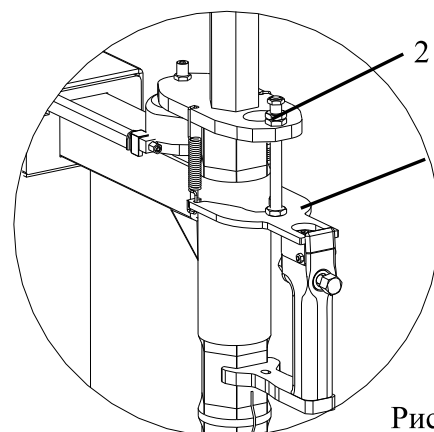

Рис. 7
- Переместите фиксирующую пластину (1/рис. 7) по вертикали путем завинчивания или отвинчивания гайки (2/рис. 7), чтобы передняя часть монтажной головки имела зазор 2-5мм от края, как показано на рисунке 8, а задняя часть 3-5мм от края, как показано на рисунке 8А.